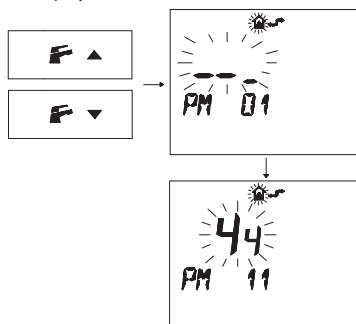

Рис. 5.39
- Нажмите кнопку **F** или **F**, чтобы вывести на дисплей параметр **PM11** пост-циркуляции насоса (Рис. 5.39).